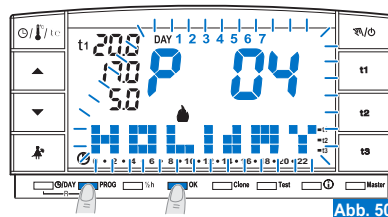

Abb. 50
- Drücken Sie wiederholt die Taste **PROG**, bis auf dem Display die blinkende Meldung **P04 HOLIDAY** erscheint, und bestätigen Sie dann mit der **OK**-Taste (Abb. 50).